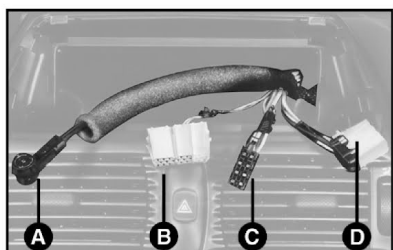

fig. 2
- conector para ligação da antena no teto, **A-fig. 2**;
- conector para ligação dos comandos do rádio no volante, **B-fig. 2** (disponível só para algumas versões);
- conector para ligação dos alto-falantes, **C-fig. 2**;
- conector para alimentação do rádio, **D-fig. 2**.
- conector para alimentação do rádio, **D-fig. 2**;